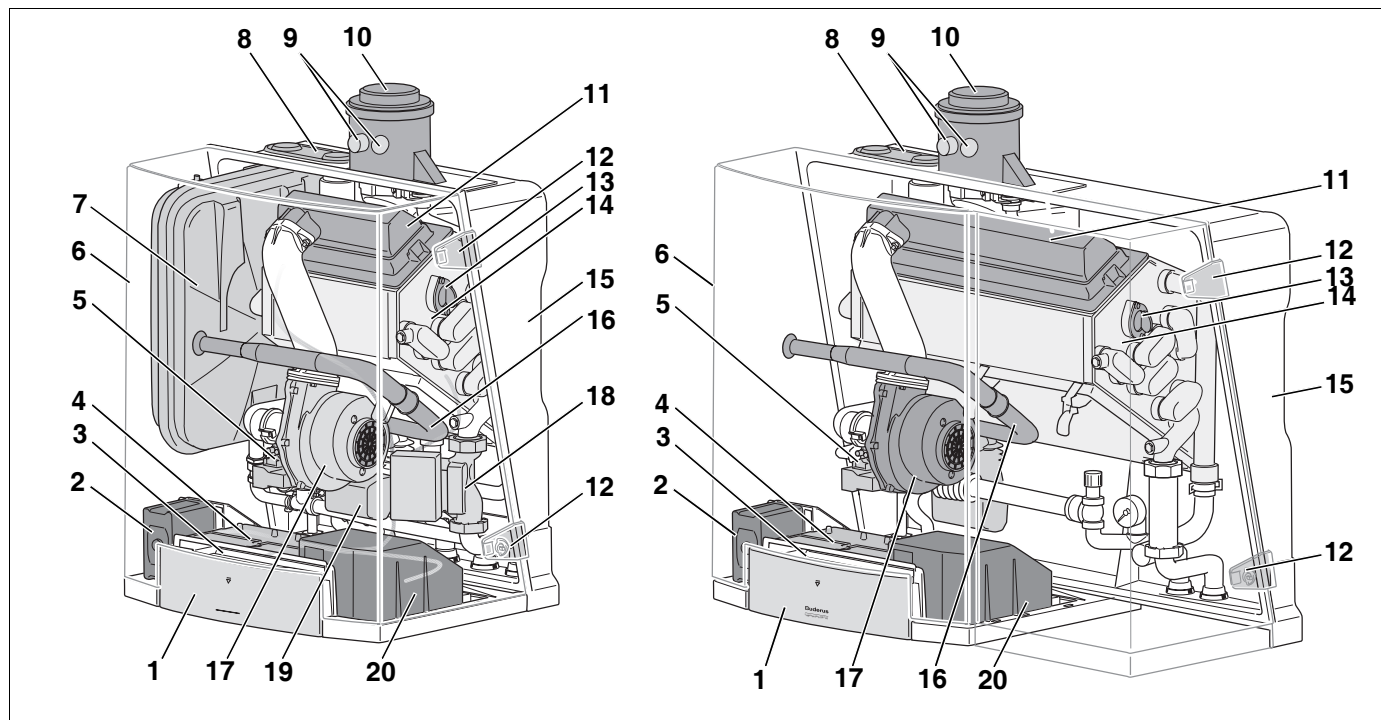

Abb. 1 Logamax plus GB142-15/24/30 und 45/60
Der Logamax plus GB142 (Abb. 1) ist werkseitig vollständig montiert und mit dem Basiscontroller Logamatic BC10 ausgestattet.
Die Hauptbestandteile des Logamax plus GB142 (Abb. 1) sind:
- Kesselverkleidung, bestehend aus: Abdeckhaube (Abb. 1, **Pos. 6**), Bajonett- und Schnappverschlüssen (Abb. 1, **Pos. 12**) und Kesselverkleidung hinten (Abb. 1, **Pos. 15**).
- Brenner, bestehend aus: Brennerdeckel (Abb. 1, **Pos. 11**), Gas-Luft-Verteilerplatte, Lochplatte, Schauglas (Abb. 1, **Pos. 13**), Wärmetauscher (Abb. 1, **Pos. 14**), Zuluft-Ansaugrohr des Gebläses (Abb. 1, **Pos. 16**) und Gebläse (Abb. 1, **Pos. 17**).
- Regelung, bestehend aus: Bedienfeld (Abb. 1, **Pos. 1**) zur Aufnahme des Basiscontrollers Logamatic BC10 (Abb. 1, **Pos. 3**), Universellem Brennerautomaten (Abb. 1, **Pos. 2**) sowie möglichen Funktionsmodulen (Abb. 1, **Pos. 4**).